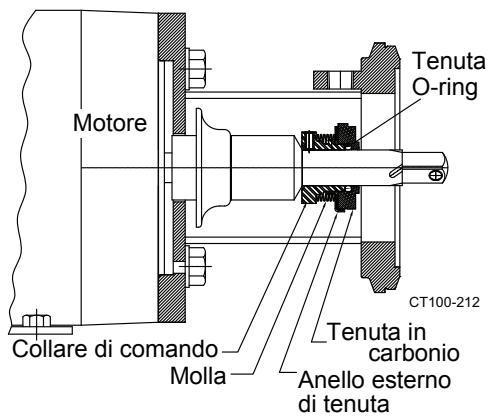

Figura 31 - Installazione della tenuta
7. Assemblare molla, anello esterno di tenuta, O-ring e tenuta in carbonio sul collare di comando. Assicurarsi che il perno sul collare di comando sia allineato con la fessura sull'anello esterno. (Vedere Figura 31.)